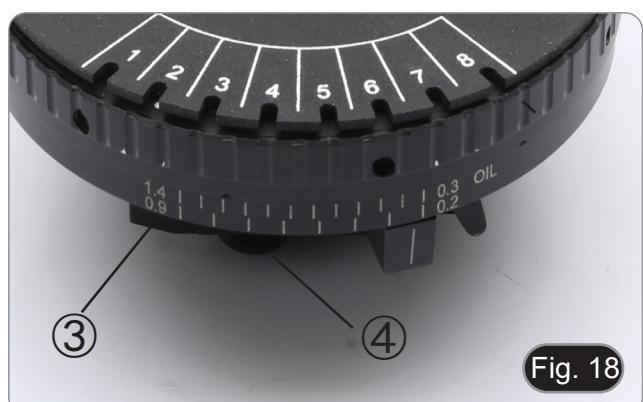

Fig. 18
3. Pulsar el control del polarizador ③ para insertarlo en la trayectoria óptica. (Fig. 18)
5. Afloje el tornillo de fijación de rotación del polarizador ④. (Fig. 18)